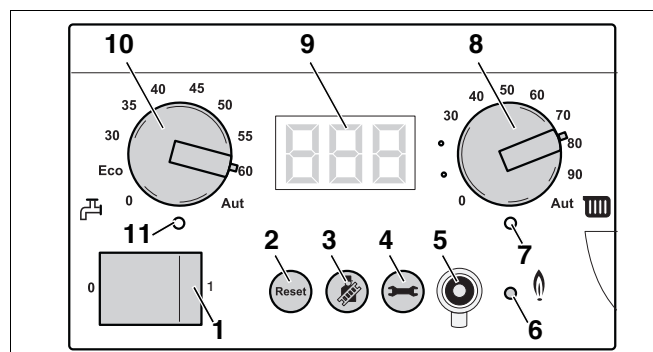

Рис. 80 Главный регулятор BC10
- Включить отопительную установку пусковым выключателем на главном регуляторе Logamatic BC10 (рис. 80, поз. 1).
- Нажать кнопку "Трубочист" (рис. 80, поз. 3) и удерживать нажатой (примерно две секунды), пока справа внизу на дисплее не появится точка (рис. 80, поз. 9). См. также Таб. 9, „Тест дымовых газов“, стр. 43.
- После того, как светодиод "Горелка" (рис. 80 поз. 6) загорится, подождать одну минуту, пока отопительный котел не достигнет своей полной нагрузки.
- Несколько раз нажать кнопку "Индикация состояния" (рис. 80, поз. 4), пока на дисплее не будет отображаться индикация температуры.
- Нажать кнопку "Трубочист" (рис. 80, поз. 3), чтобы завершить процедуру измерения. См. также таб. 9, "Тест дымовых газов", стр. 43.
- Выключить отопительную установку пусковым выключателем на главном регуляторе Logamatic BC10 (рис. 80, поз. 1).
- После того как светодиод "Горелка" (рис. 80, поз. 6) загорится, подождать одну минуту, пока отопительный котел не перейдет на частичную нагрузку.
- Нажать и удерживать нажатой кнопку "Трубочист" (рис. 80, поз. 3), пока точка на дисплее не погаснет.
- Нажать кнопку "Трубочист" (рис. 80, поз. 3) и удерживать нажатой (примерно две секунды), пока справа внизу на дисплее не появится точка (рис. 80, поз. 9). См. также Таб. 9, "Тест дымовых газов", стр. 43.